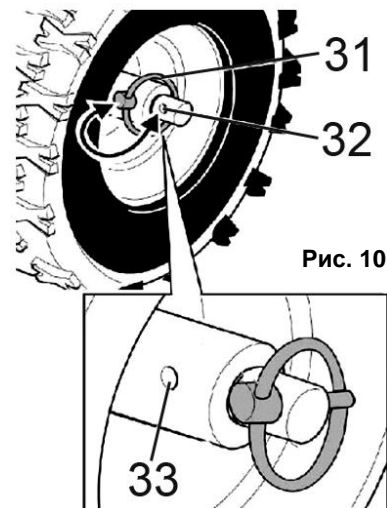

Рис. 10
- Для этого переставьте стопорный палец с кольцом (31), который жестко крепит колесо на оси сквозь отверстие (33), в свободное положение (32)(См. Рис.10).
- Для этого совместите отверстие в ступице колеса (33) с отверстием оси привода и вдвиньте стопорный палец (31) в отверстие (32)(См. Рис.10).